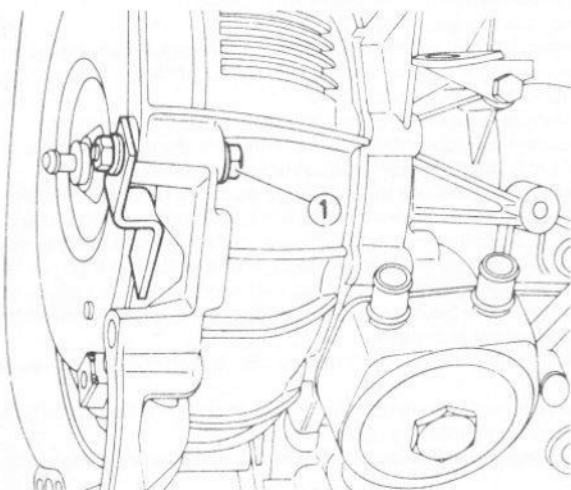

Fig. 13.91 Support et boulon (1) de maintien du convertisseur de couple dans le carter de la boîte (Sec 15)
- 58 Séparer la boîte du moteur en contrôlant que le convertisseur reste engagé sur la boîte. Lorsqu'elle est dégagée du moteur, poser un support de maintien de convertisseur comme illustré à la Fig. 13.91.